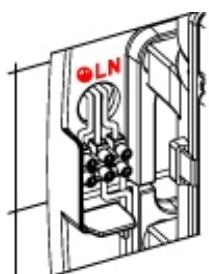

Figura 7
- Realizar la conexión eléctrica de los cables de la alimentación a la regleta del secador de manos. Conectar los cables correspondientes a las dos fases (N y L) y a la toma de tierra en los alojamientos correspondientes de la regleta, tal y como indican sus letras serigrafiadas (Figura 7).